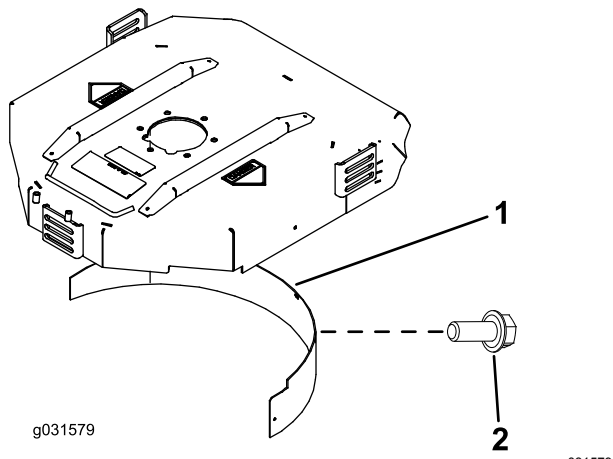

Figura 19
- Instale el deflector de mulching en el hueco trasero y fíjelo con 5 pernos con arandela prensada (Figura 19).